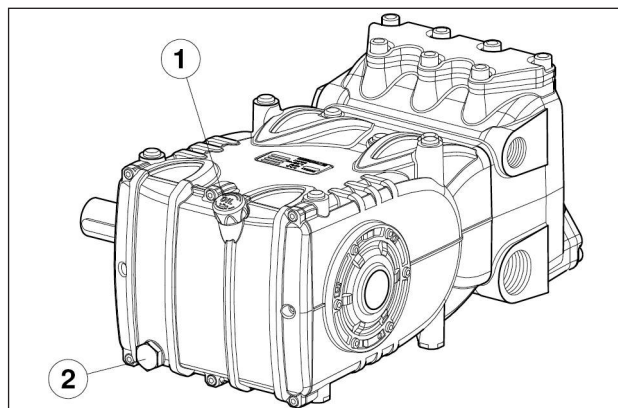

图 3
检查油位，如有需要，可通过油位杆 (①，图 3) 恢复正常油位。
正确的油位检查必须在泵处于室温时进行，换油必须在泵处于工作温度时进行，首先拆除油位杆 (部件号 ①)，随后拆除塞子 (部件号 ②，图 3)。
使用插入到排油塞的温度探针进行，部件号 (2)，图3。请参阅“ATEX防爆保护”手册。